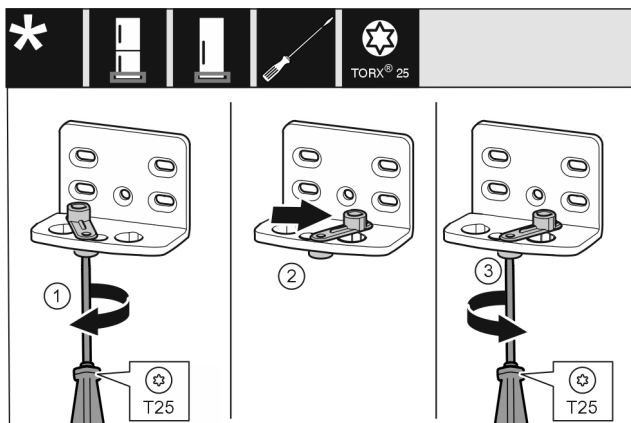

Fig. 12
- Šroubovákem volně přišroubujte šroub Fig. 12 (1).
- Zvedněte pomůcku zavírání dveří Fig. 12 (2) a v otvoru ji otočte o 90° doprava.
- Šroubovákem šroub Fig. 12 (3) pevně utáhněte.